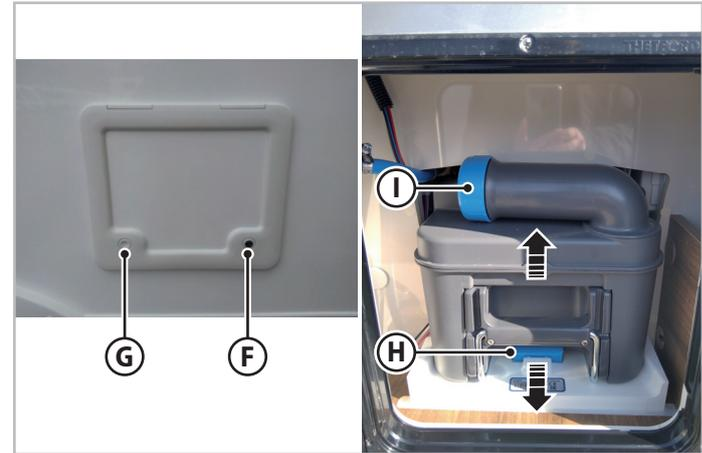

Abb. 6.45 - Kassetten-WC entleeren
2. Öffnen Sie das Schloss mit dem Schlüssel (F - Abb. 6.45) und ziehen Sie dann den Schlüssel ab.
3. Drücken Sie die Tasten G und F (Abb. 6.45) und öffnen Sie die Klappe.
4. Üben Sie leichten Druck nach oben auf den Griff (H - Abb. 6.45) aus und entfernen Sie den Tank.
5. Entfernen Sie den Verschluss (I - Abb. 6.45) und drücken Sie die Entlüftungstaste, um den Tank zu entleeren.